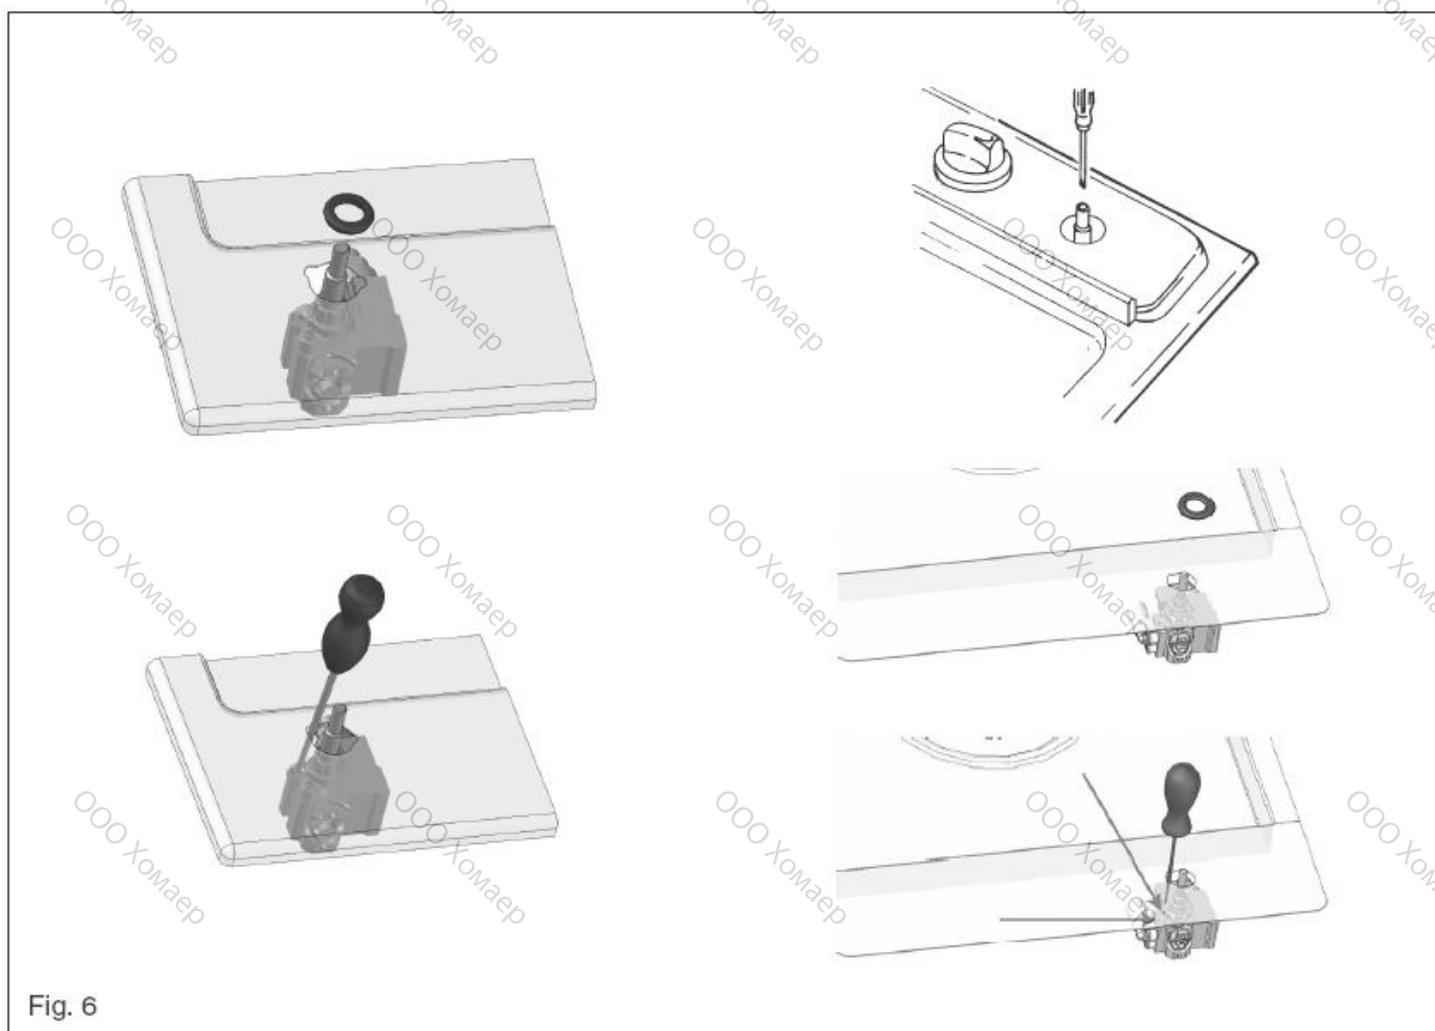

Fig. 6
- Для регулировки минимума воспользуйтесь отверткой, поместите отвертку на кран (Рис. 6) и поверните кран в минимальное положение. Для сжиженного углеводородного газа (бутан/пропан) заверните кран плотно.